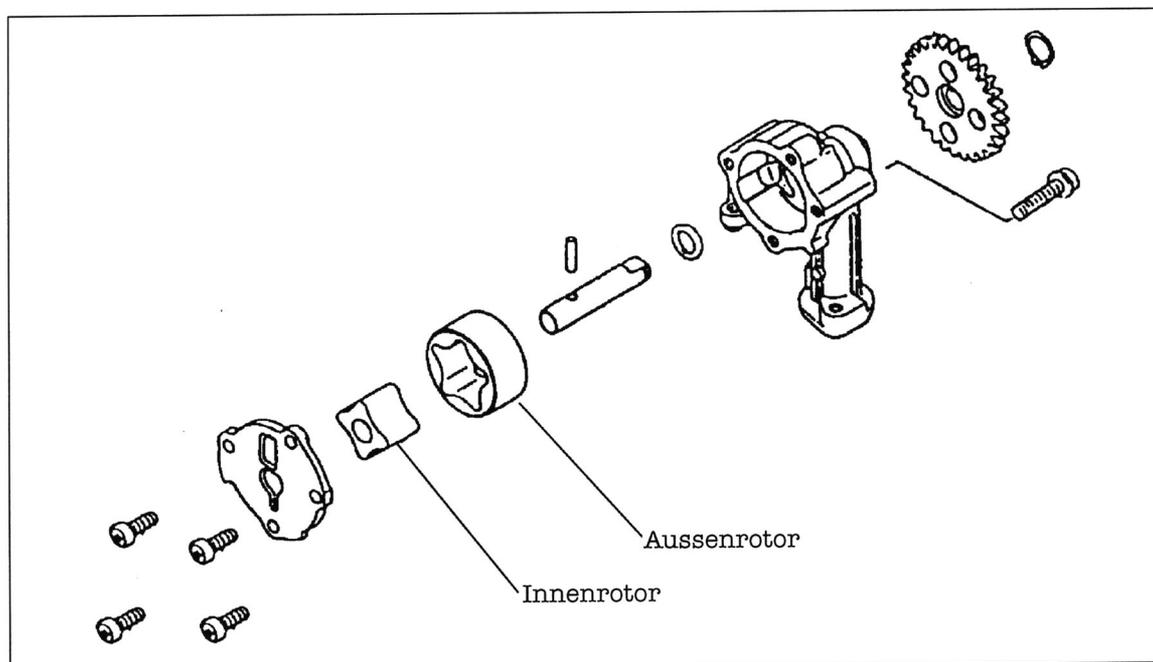

Bild 264
- Deckelschrauben (Bild 264) ausdrehen und Deckel abnehmen.